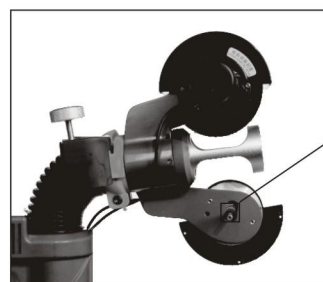

图1
2. 用内六角匙卸下上、下两旋转轮，先将定位管装到加长轴上(如图1)，然后用附送的两旋转轮装到上、下两附板电机上，用内六角匙装紧两旋转轮，固定好旋转轮上的内六角螺丝(如图2)，稍微拧松附板螺丝，再用一个乒乓球夹紧在两旋转轮之间，使两旋转轮之间的距离大约为36.5~37毫米，然后固定好附板螺丝。